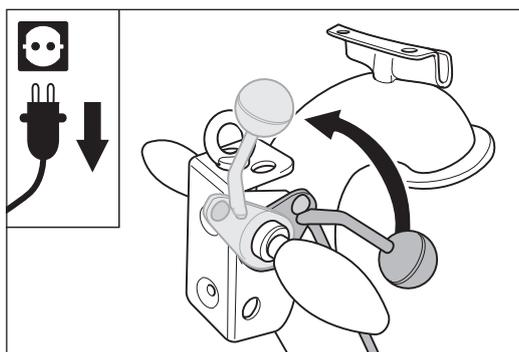

Abb. 5 Den Ablasshebel am Handgriff bis zum Anschlag nach oben ziehen. Dadurch wird die Schleifwalze vom Boden abgehoben.
- 5 Ziehen Sie den Ablasshebel am Handgriff bis zum Anschlag nach oben (Abb. 5). Dadurch wird die Schleifwalze vom Boden abgehoben.